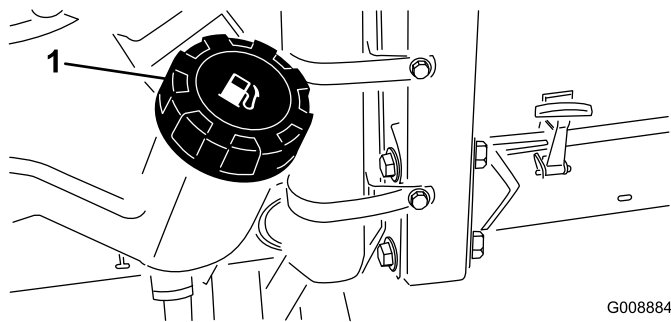

Figura 21
1. Limpie la zona alrededor del tapón del depósito de combustible (Figura 21).